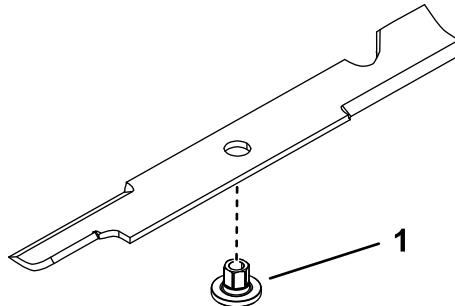

Figure 104
1. Insérez la douille dans la lame en plaçant l'embase sur le côté inférieur (côté herbe) de la lame (Figure 104).